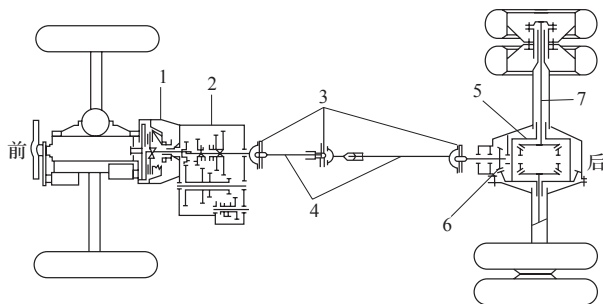
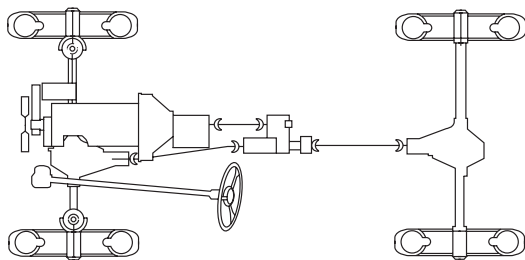

图 1-1-6 FR 布置示意图
图 1-1-7 全轮驱动布置示意图
(1) 前置后驱—FR：即发动机前置、后轮驱动。国内外的大多数货车、部分轿车和部分客车都采用。如图 1-1-6 所示。
(2) 后置后驱—RR：即发动机后置、后轮驱动。大型客车，少量微型、轻型轿车采用。
(3) 前置前驱—FF：发动机前置、前轮驱动。大多数轿车采用。
(4) 中置后驱—MR：发动机中置、后轮驱动。赛车、公交车采用。
(5) 全轮驱动—nWD：越野车采用。如图 1-1-7 所示。